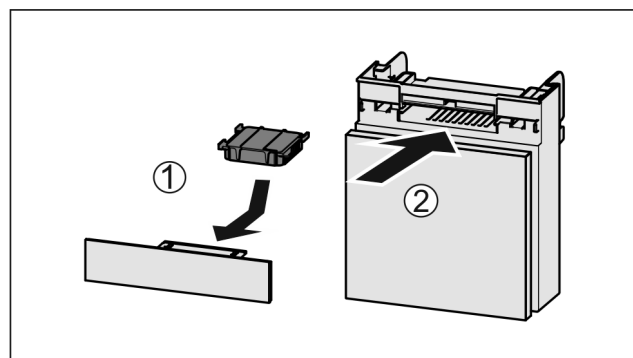

Fig. 139
- Umetnite filtari s aktivnim ugljenom kao što je prikazano na slici Fig. 139 (1).
- Umetnite pretinac Fig. 139 (2).